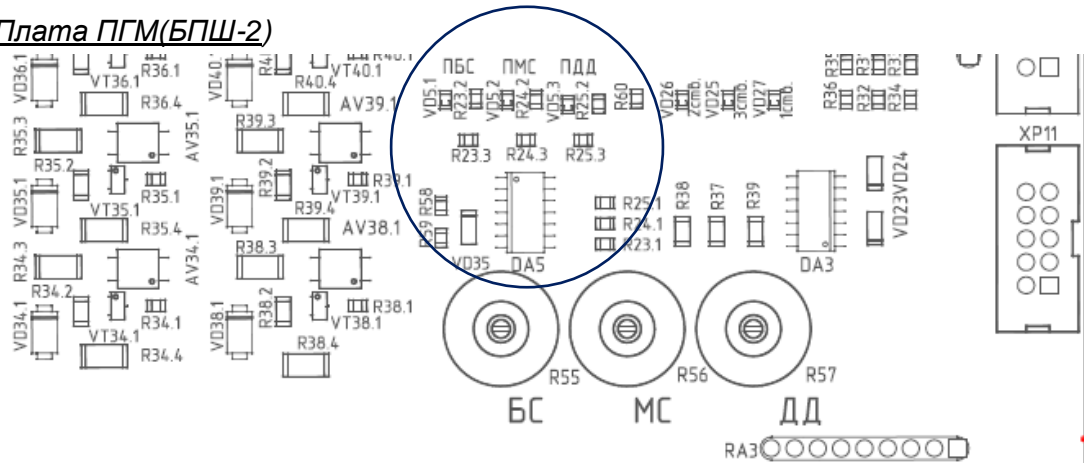

рис.8
2. Проверить схему контроля перегрузки по току (ЖК327.33.10 ЭЗ, лист 2) см. рис. 8